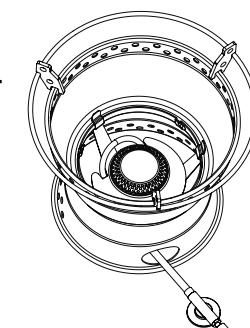

Fig. 5
- Tenez la cartouche* à la verticale et placez la soupape à la verticale au-dessus de la cartouche. Vissez doucement la cartouche dans la soupape jusqu'à ce qu'elle touche le joint torique de la soupape. Faites attention à ne pas fausser le filetage de la cartouche. Vissez seulement à la main (fig. 5). Tirez le flexible pour que la cartouche soit aussi loin que possible du réchaud.